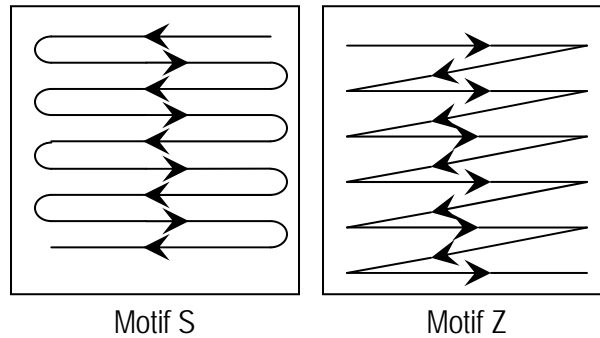

Figure 1. Motifs proposés et orientation de l'essuyage
- En appliquant une pression sur les doigts essuyer la surface en suivant l'un des motifs proposés, S ou Z (Figure1). L'orientation de l'essuyage peut être inversée.